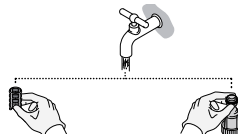

Fig. 41
3. Enjuague los distintos elementos con agua limpia (Fig. 41).